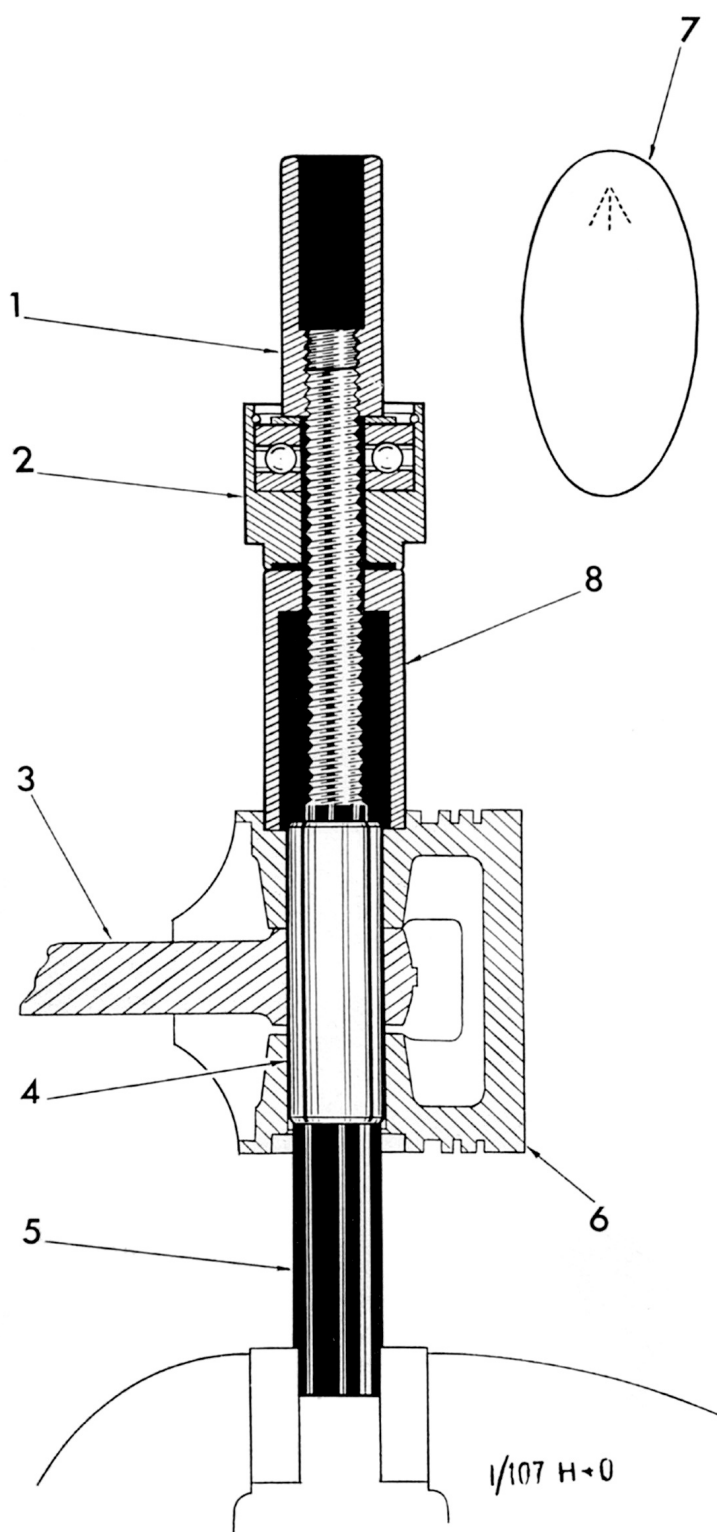

Fig. 45. Utilisation de l'outil S334 pour extraire une bague de pied de bielle
Utiliser l'outil S334 pour retirer et reposer l'axe de piston. Éviter les insertions et extractions répétées pour ne pas détériorer la force de serrage entre l'axe et la bielle. Lubrifier le filetage de l'outil avec de l'huile standard. L'utilisation d'huile ou de graisse extrême pression peut fausser l'indication du couple de serrage. Assembler l'outil au piston (Fig. 45) en notant que le corps de l'outil (8) ne peut se monter que d'un côté du piston. Serrer l'écrou (1) et extraire l'axe (4) dans le corps de l'outil (8).